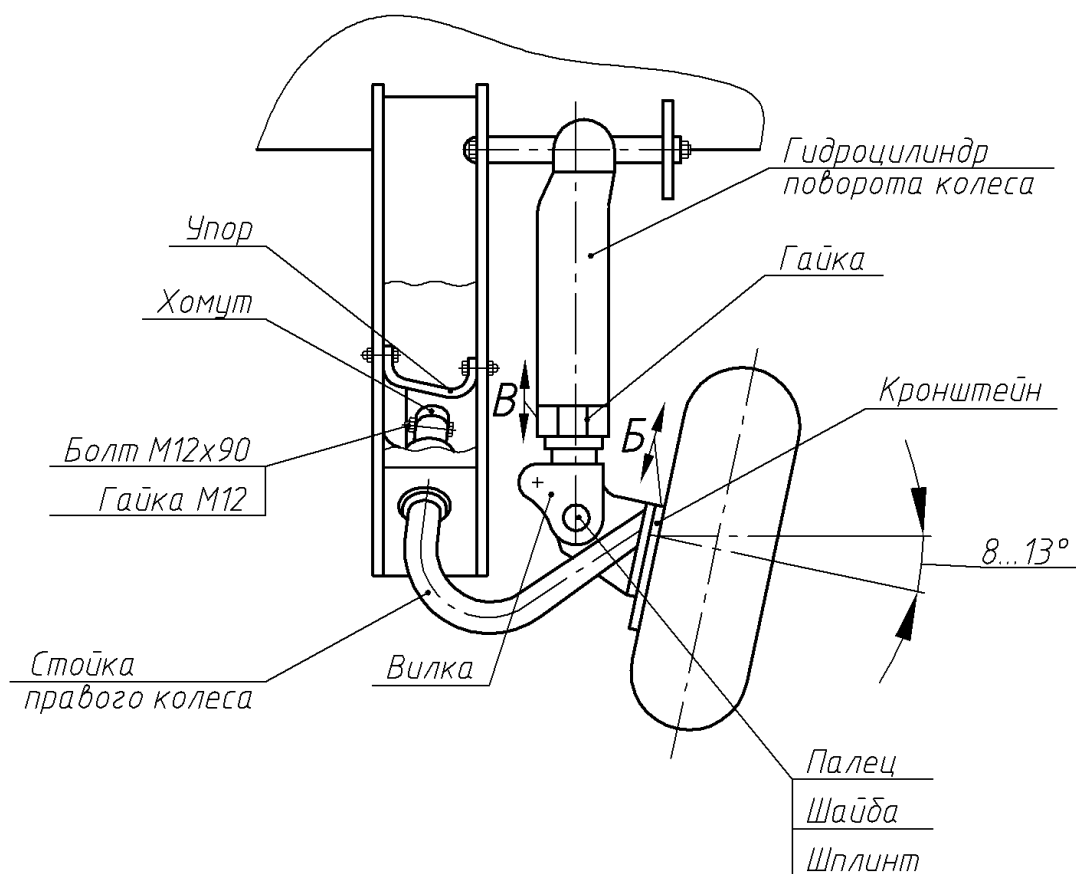

Рисунок 8. Установка правого колеса
6.3.4 Вставьте стойку правого колеса в жатку (рисунок 8), наденьте хомут, вставьте болт и закрутите гайку. Установите упор. Зажмите крепеж. Закрепите вилку гидроцилиндра на стойке колеса (палец, шайба, шплинт). Гайка должна в рабочем положении жатки (шток гидроцилиндра втянут) упираться в крышку гидроцилиндра.